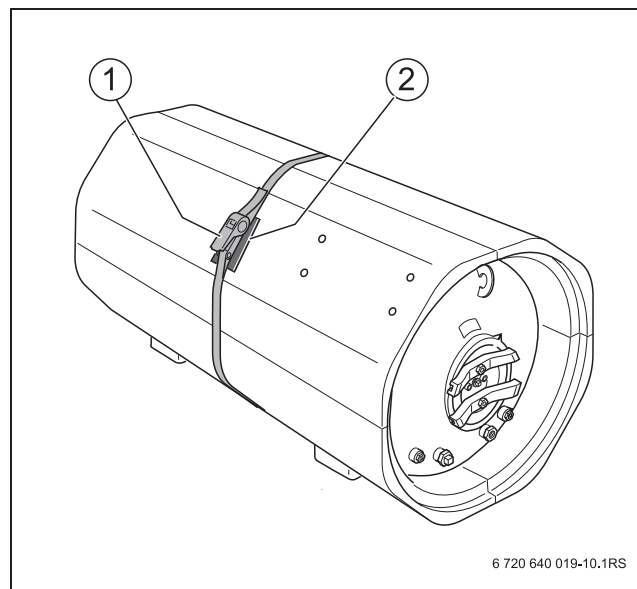
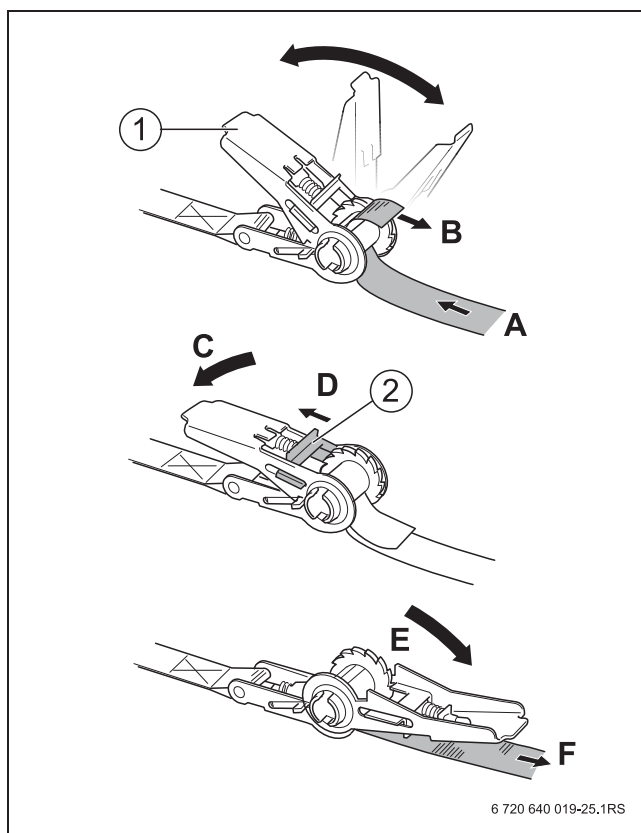

Рис. 12 Стягивание ленты
Рис. 13 Зажатие натяжного устройства
- ▶ Положите стяжную ленту вокруг четырёх сегментов и затяните её натяжным устройством (→ рис. 12, стр. 19 и рис. 13, стр. 20).